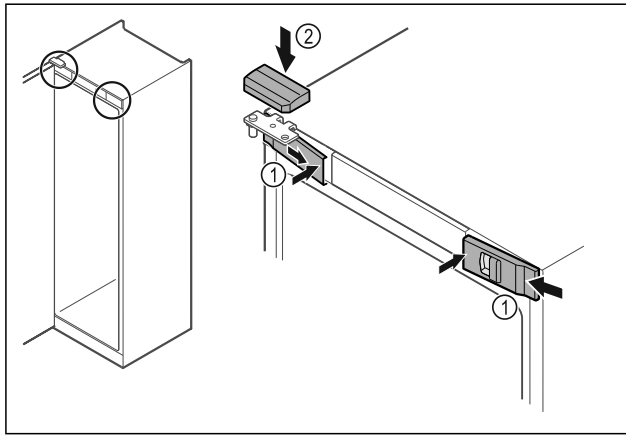

Fig. 37
- Haakige eesmised katted Fig. 37 (1) küljel külge ja fikseerige seest.
- Haakige ülemine kate Fig. 37 (2) ülalt lahti.